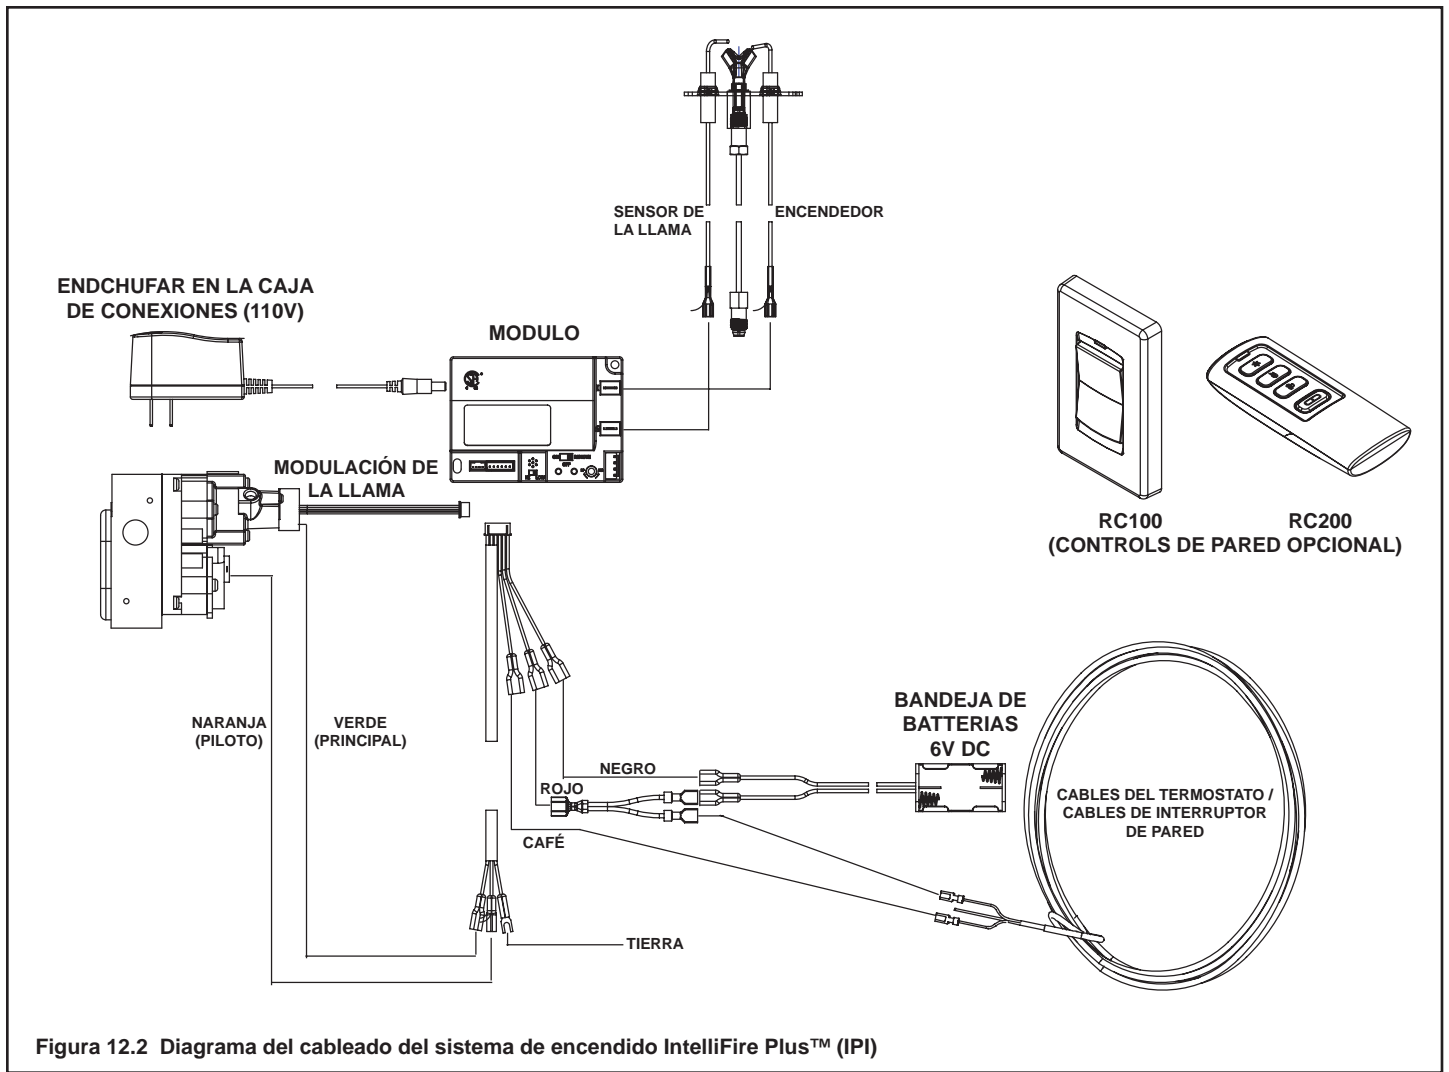

Figura 12.2 Diagrama del cableado del sistema de encendido IntelliFire Plus™ (IPI)
- Consulte la Figura 12.2, Diagrama del cableado del sistema de encendido IntelliFire Plus™ (IPI).